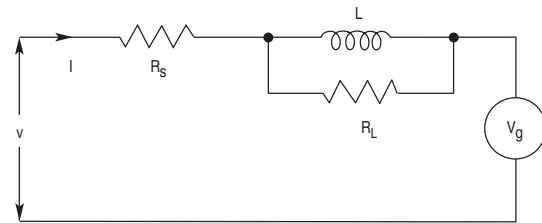

Fig. 3.8 Circuito equivalente do motor.
Se você aplicar uma tensão constante aos terminais de um motor com escova, ele se acelerará até uma velocidade final constante (n). Sob estas condições, a tensão (V) aplicada ao motor é oposta pela FEM inversa (nK_E); a tensão resultante da diferença leva a corrente do motor (I) através da armadura do motor e da resistência das escovas R_s . O circuito equivalente de um motor CC é mostrado na Fig. 3.8.